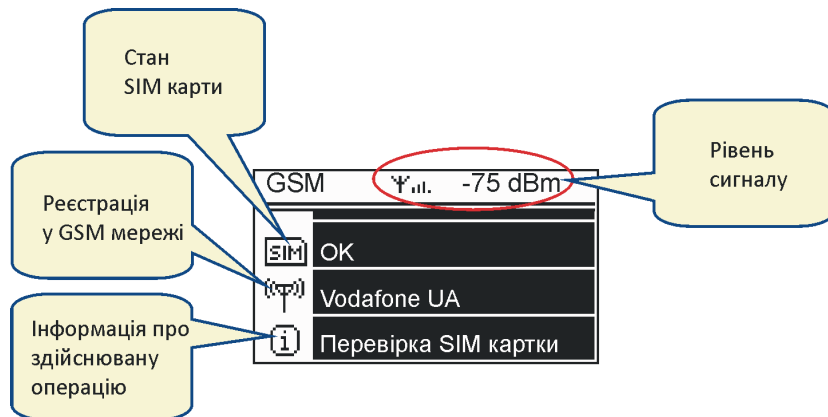

Рис. 5.25 – Індикація стану GSM модему
5.11.2 До комунікаційного порту контролера може бути підключений GSM модем, що підтримує RS-485 інтерфейс. Використання GSM модему дозволяє контролеру приймати SMS-команди та надсилати у відповідь інформацію про контролер у SMS-повідомленні. (п. 5.11.2.1). Якщо в параметрах встановлено підключення GSM модему (P104, табл. 5.10), то на головній сторінці індикації (п. 5.6) з'явиться ще один екран, що відображає стан GSM модему (рис. 5.25).